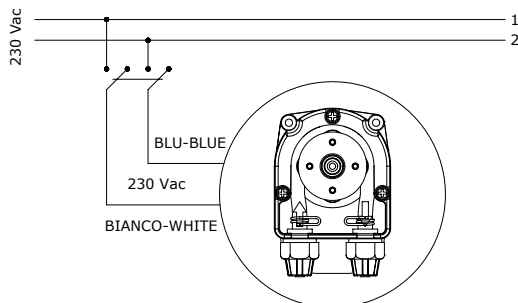

Fig. 1
- Rispettare le norme vigenti per quanto riguarda l'installazione elettrica (fig.1). **Se il cavo di alimentazione è privo di spina elettrica, l'apparecchiatura deve essere collegata alla rete di alimentazione tramite un interruttore onnipolare sezionatore avente una distanza minima tra i contatti di 3 mm. Prima di accedere ai dispositivi di collegamento, devono essere interrotti tutti i circuiti di alimentazione.**
- Carefully observe the regulations in force as regards electrical installations (figure 1). **When the supply cable doesn't have the plug, the equipment should be connected to the power supply by means of a single-pole switch having a minimum distance of 3 mm between the contacts. Before accessing any of the electrical parts, make sure that all the supply circuits are open.**
Il colore dei fili può essere diverso da quello indicato in fig.1 in funzione del tipo di motore.
Wires colours could be different from the ones showed in fig. 1, it depends of the motor type.